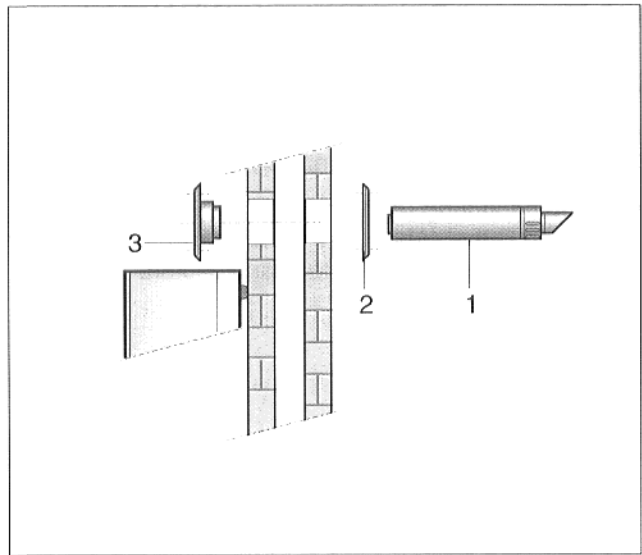

Abb. 18 Montage Mauerdurchführung
- Äußere Abdeckplatte (schwarz, Abb. 18, Pos. 2) an der Außenwand anschrauben.
- Konzentrische, waagerechte Mauerdurchführung (Abb. 18, Pos. 1) hindurchschieben.
- Schornsteinanschluß (weiß, Abb. 18, Pos. 3) von innen über die Mauerdurchführung schieben und so ausrichten, daß in die Luftzufuhr kein Wasser eindringen kann.